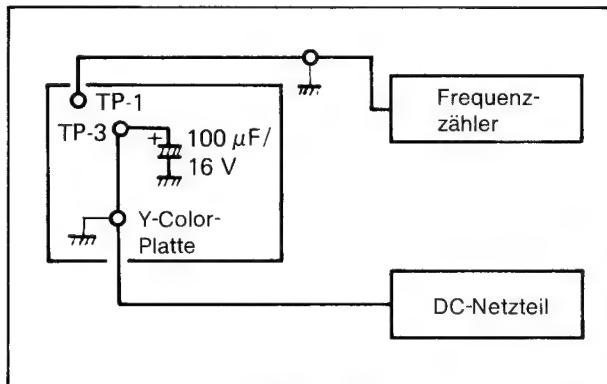

Bild 3-23
3. $100 \mu\text{F}/16 \text{ V}$ Elko zwischen TP 3 und Masse löten. Regelbares Netzteil auf den notierten Wert von 2. justieren und diese Spannung mit + an TP 3 und – an Masse legen. An TP 1 Frequenzzähler anschließen (Bild 3-23).